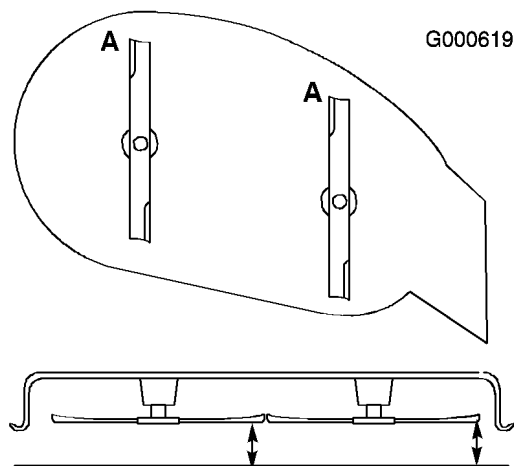

Figure 36
1. Tournez les lames dans le sens longitudinal (Figure 36). Mesurez la distance entre la surface plane et le tranchant (position A) des lames (Figure 36) et notez cette valeur.